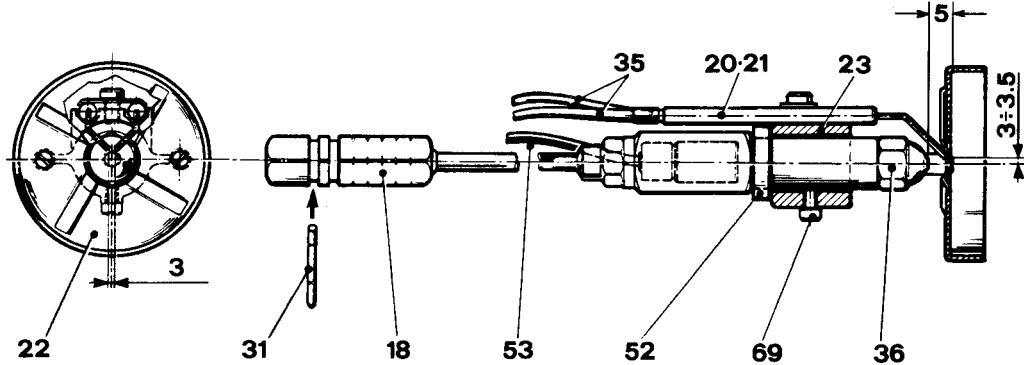

FIG. 13
- chicler (36) defectuoso o sucio;
- electrodos de encendido (20-21) sucios o dañados (ver posición de la fig. 13);
- célula fotoeléctrica (41) ennegrecida;
- verstuiver (36) defect of vuil;
- ontstekingselectroden (20-21) aangeladen, beschadigd of ontregeld (zie de stand in fig. 13);
- Magneetventiel (41) vuil of defect;
Effettuarne la pulizia possibilmente senza varicare la loro posizione rispetto al disco deflettore; nel caso ciò accadesse, rispettare, in fase di montaggio, le dimensioni indicate in fig. 13.
Clean the electrodes taking care not to change electrode position relative to the diffuser; in case this should occur, on reassembling the unit make sure that the dimensions shown in Fig. 13 are met.
Les nettoyer si possible sans changer leur position par rapport au disque déflecteur. Autrement vérifier que les cotes indiquées en FIG. 13 sont bien respectées.
Efectuar la limpieza si es posible sin variar la posición respecto al disco deflector; en el caso que esta posición se hubiese modificado, respetar en la fase de montaje las distancias indicadas en la fig. 13.
Kuisen liefst zonder hun positie ten opzichte van de vlamring te veranderen. Zou de positie toch veranderen, dan terug monteren volgens de gegevens van fig. 13.
- die Grundplatte herausziehen und lt. Abb. 13 in die vorgesehene Halterung einhängen.